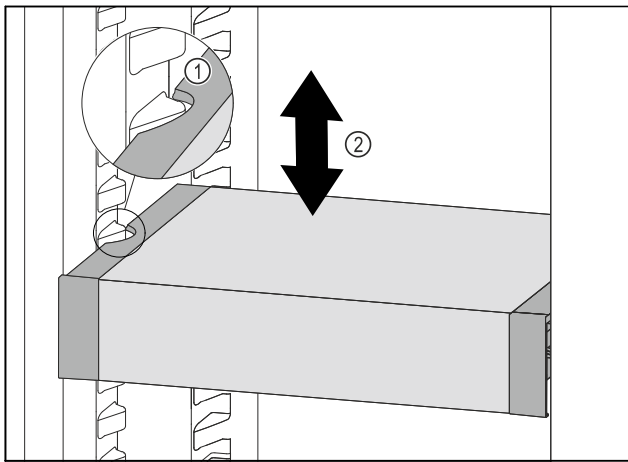

Fig. 126
- ▶ VarioSafe naar voren trekken tot de uitsparingen aan de zijkant van de VarioSafe zich ter hoogte van de rib in het koelgedeelte bevinden. Fig. 126 (1)
- ▶ VarioSafe in het koelgedeelte omhoog of omlaag bewegen tot de gewenste hoogte is bereikt. Fig. 126 (2)